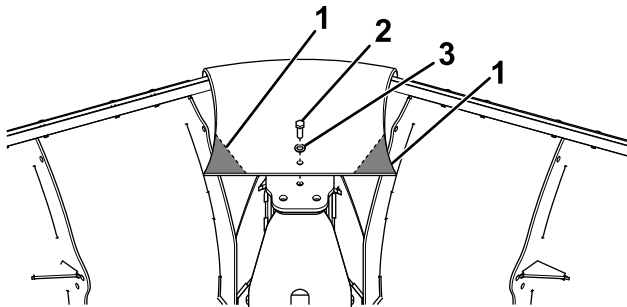

Bild 9
14. Bohren Sie ein Loch mit 9,5 cm Durchmesser durch die Lamellen und befestigen Sie diese an der Oberseite des mittleren Pflugabschnitts mit einer Schraube ($\frac{1}{2}$ ") und einer Unterlegscheibe ($\frac{1}{2}$ "), wie in Bild 9 dargestellt.
15. Kürzen Sie die inneren Ecken der mittleren Lamelle so, damit keine Einschränkung mit der Pflugbewegung auftreten kann (Bild 9).